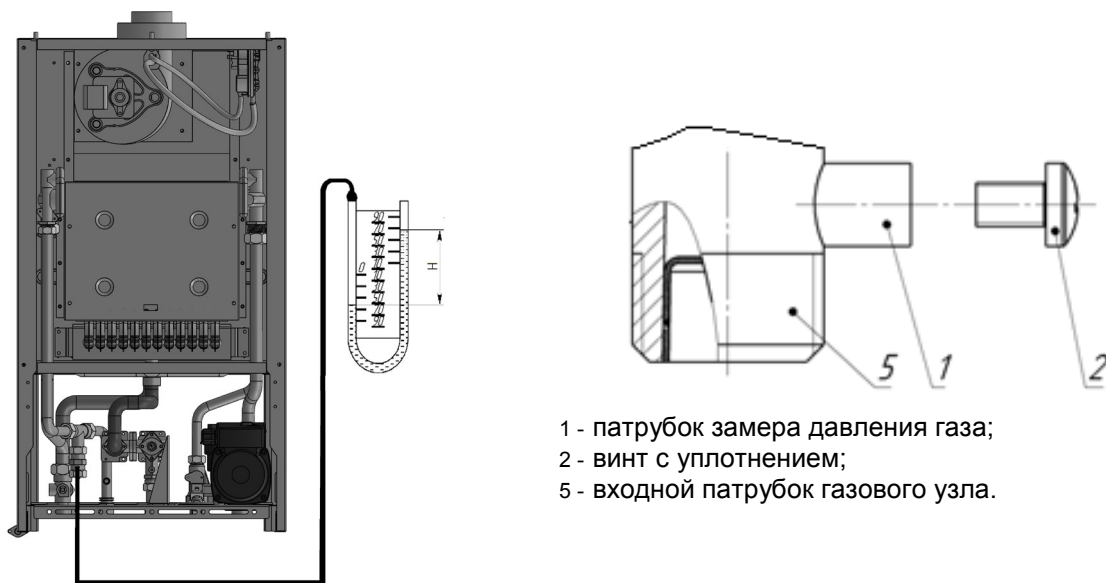

Рис. 5. Подключение дифманометра
- 2) подсоединить дифманометр (Рис. 5, стр. 13) к патрубку 1, находящемуся на входе 5 газового узла, предварительно отвернув винт с уплотнением 2;
- 3) поставить на место винт с уплотнением 2 (Рис. 5, стр. 13);